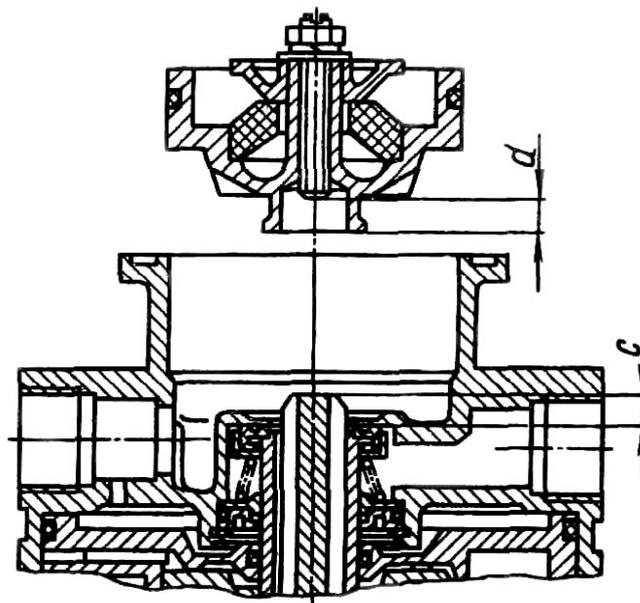

Рис. 84. Установка верхнего поршня тормозного крана
3. При установке верхнего поршня замерить расстояние C (рис.84) – выступание хвостовика малого поршня над клапаном. C с помощью регулировочного винта на верхнем поршне установить расстояние $d = (c + 0,8)$ мм.